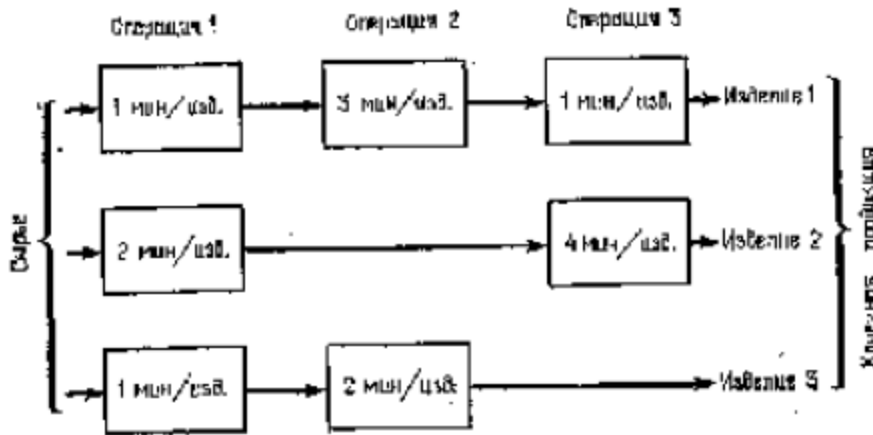

Рис.1
1.1. (Задача об асортименте продукції.) Фирма XYZ випускає три види продукції (изделий). В процесі виробництва використовуються три технологічні операції. На рис. 1 показана технологічна схема виробництва изделий видів 1, 2 і 3. При виготовленні изделия 2 технологічна операція 2 не виконується, а при виробництві изделия 3 використовуються тільки технологічні операції 1 і 2.
В прямокутниках на рис.1 вказана тривалість технологічних операцій при виготовленні одного изделия кожного виду. Так як ці технологічні операції використовуються фірмою і для інших виробничих цілей, фонд робочого часу, в течение которого операції 1, 2 і 3 можуть бути використані для виробництва розглянутих изделий, обмежений наступними граничними значеннями (в години);